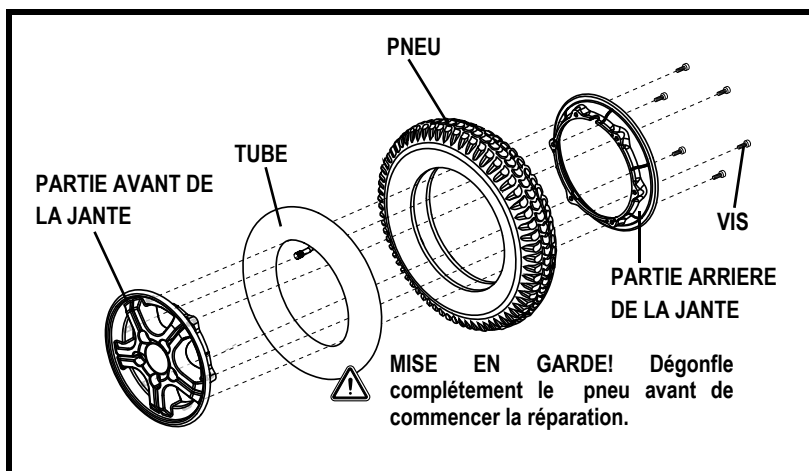

Figure 25. Roue motrice Partner en pièces
6. Retirez les vis qui retiennent les deux parties de la jante ensemble. Voir la figure 25.
10. Réinstallez les cinq (5) écrous de roue sur le moyeu et resserez.